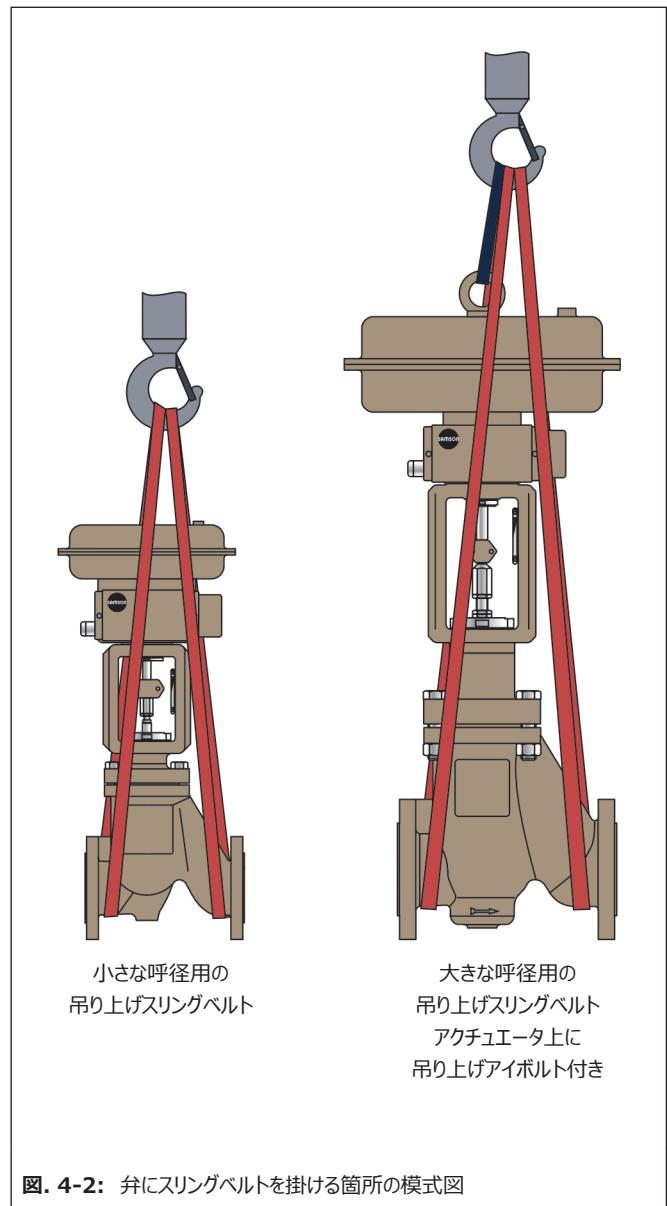

図. 4-2: 弁にスリングベルトをかける箇所の模式図
- ⇒ 吊り上げや輸送の最中にスリングベルトがフックから滑り落ちないように、吊り具として安全クランプ付きのフックを使用すること。図. 4-2 を参照してください。
- ⇒ 吊り上げスリングベルトをハウジングの各フランジと、クレーンまたはフォークリフトのサスペンションエレメント（フックなど）に固定します（図. 4-2 を参照）。